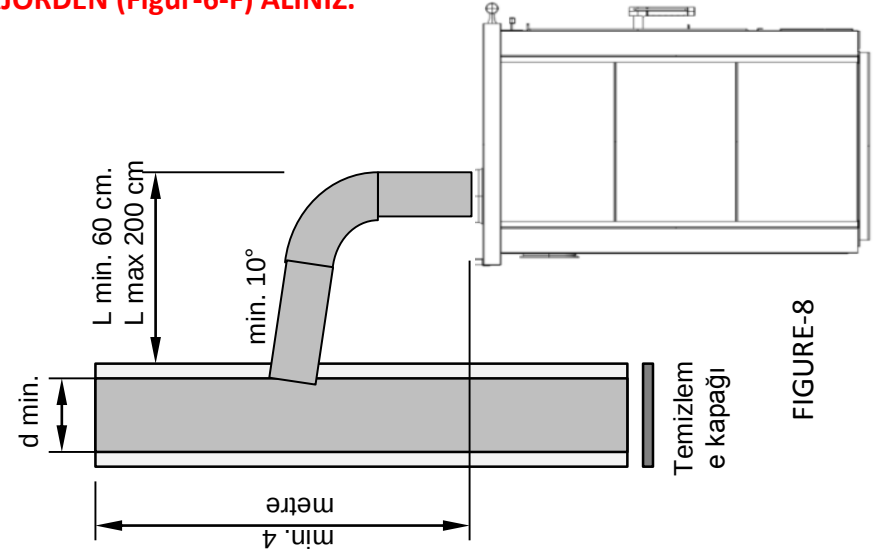

FIGURE-8
2. Baca bağlantısı 13 cm boru ile en fazla 2 dirsekten oluşmalı ve en kısa mesafede bacaya bağlanmalıdır. (Figure-8/9)
3. Bacanız dış mekanda ise mutlaka çift cidarlı ve izolasyonlu olmalıdır. Bacanız standartlara uygun olmalıdır. (Figure-8/9)
5. İlk yakma işleminde Zincirli mekanik termostatı (14) istenilen sıcaklığa ayarladıktan sonra primer hava klapesi (6) ve sekonder hava klapesi (5) ve baca klapesi (19) tam açık konumda olmalıdır. Tam olarak yanış başladıktan sonra aşağıdaki pozisyonlarda kullanabilirsiniz.